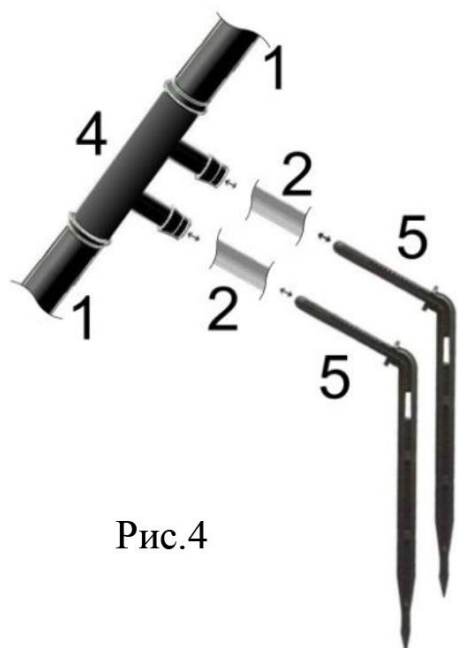

Рис.4
- Соедините малые разветвители (4) с капельницами (5) шлангами (2) согласно рис.4.